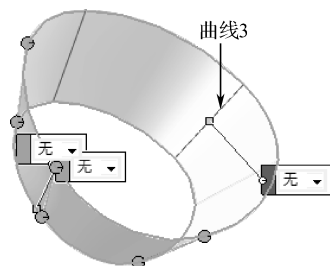

图 14-263 选取的曲线 3
单击“方向 2 (2)”选项组下的选项框，然后选择如图 14-263 所示的曲线，系统显示一个方向的边界曲面预览；依次选择所创建的 6 条通过参考点的曲线，此时生成边界混合曲面预览，如图 14-264 所示。